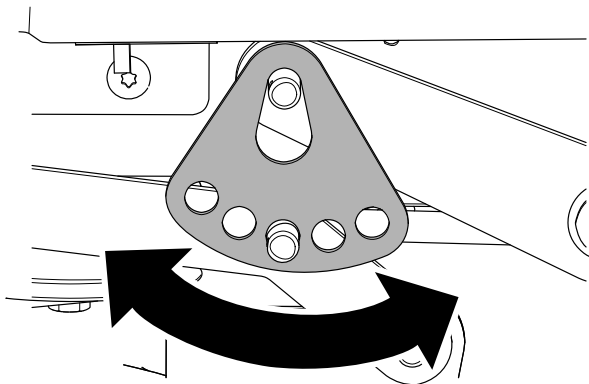

Figura 71
7. Rode a placa da altura de corte para um furo diferente de forma a que suporte o peso da plataforma do cortador depois de instalar a placa (**Figura 71**).
8. Instale a anilha e o perno de gancho (**Figura 71**).